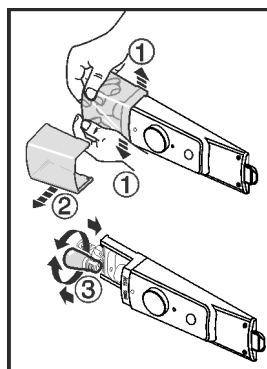

Fig. 10
► A lámpa fedelét belül, az elülső részen nyomja szét Fig. 10 (1), és húzza oldalra az ábrán látható módon Fig. 10 (2).
► Cserélje ki a lámpát. Fig. 10 (3)